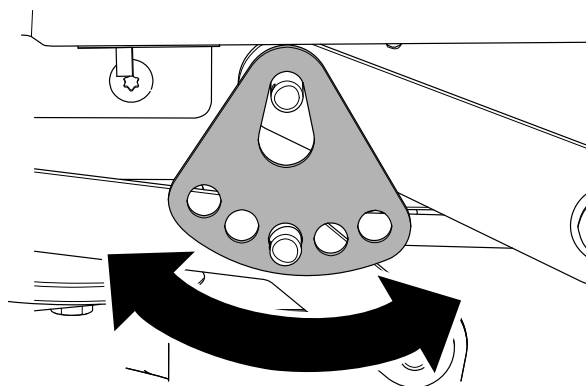

Figura 68
7. Gire la placa de ajuste de la altura de corte a otro orificio para que apoye el peso de la carcasa de corte después de instalar la placa (Figura 68).
8. Instale la arandela y la chaveta (Figura 68).